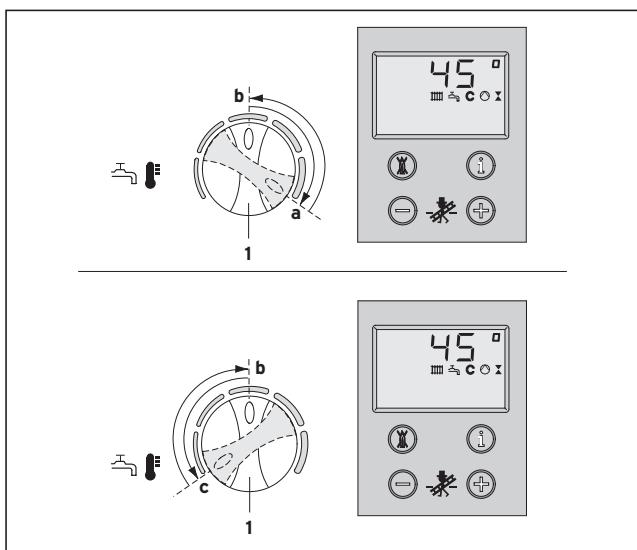

Fig. 3.7 Conectarea și deconectarea sistemului Aqua-Comfort
La o duritate a apei mai mare de 3,57 mol/m³ (20 °dh), puneți comutatorul (3) maxim în poziția centrală (fig. 3.7).
3.3.2 Conecțarea și deconectarea sistemului Aqua-Comfort plus (fig. 3.7)
- Sistemul Aqua-Comfort plus se activează prin rotirea comutatorului (1) scurt până la limită (reglajul a) către dreapta (fig. 3.7). În final, selectați temperatura dorită, de ex. reglajul b. Valorile corespunzătoare: